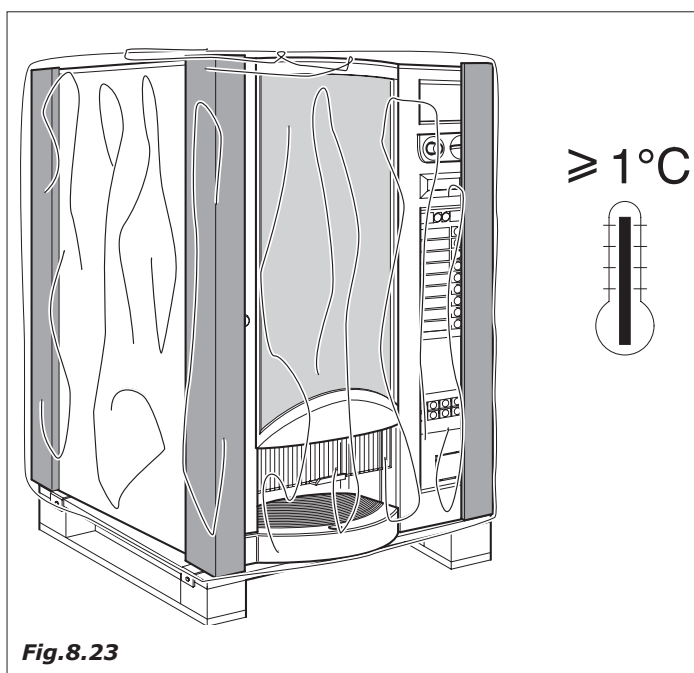

Fig.8.23
- Proteggere l'esterno con un film o sacco in cellopan (Fig.8.23)